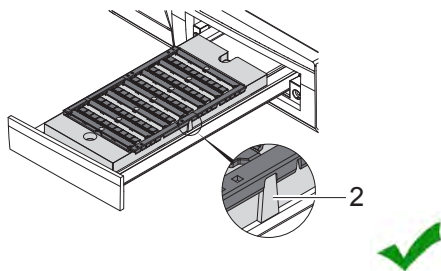
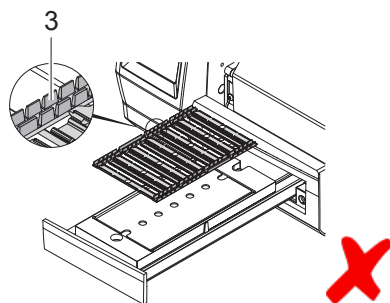

Рис. 11 Материал UCT вложен верно, лапки направлены вниз
Рис. 12 Материал UCT вложен неверно, лапки направлены вверх
- ▶ Вложите материал небольшим прямоугольником с левого заднего края и лапками (рис. 12, 3) вниз. Материал должен до щелчка войти в направляющую (рис. 11, 2) кассеты.